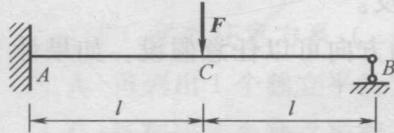

图 1-14
- (1) 使物体运动或产生运动趋势的力称为\_\_\_\_\_。
- (2) 平面汇交力系平衡的必要和充分的几何条件是\_\_\_\_\_。
- (3) 力作用在刚体上产生的运动效应有两种：\_\_\_\_\_和\_\_\_\_\_。
- (4) 平面力偶系可以合成为一个合力偶，合力偶矩等于各分力偶矩的\_\_\_\_\_。
- (5) 作用在刚体上同平面内的二力偶的等效条件是\_\_\_\_\_。
- (6) 作用于刚体上的力，可沿其作用线任意移动其作用点，而不改变该力对刚体的作用效果，称为力的\_\_\_\_\_。
- (7) 刚体只受两个力的作用而平衡，其平衡的必要与充分条件是：\_\_\_\_\_。
- (8) 二力构件上的两个力，其作用线沿这两个力\_\_\_\_\_的连线。
- (9) 力学中，未知量的个数≤相应的独立平衡方程数，能求得唯一解的问题称为\_\_\_\_\_问题。
- (10) 静力学中，当所选分离体（或称研究对象）包括两个或者两个以上物体时，其中各物体间的相互作用力称为\_\_\_\_\_。
- (11) 图 1-14 所示梁的支座反力无法由静力平衡条件来全部确定，这种梁称为\_\_\_\_\_。